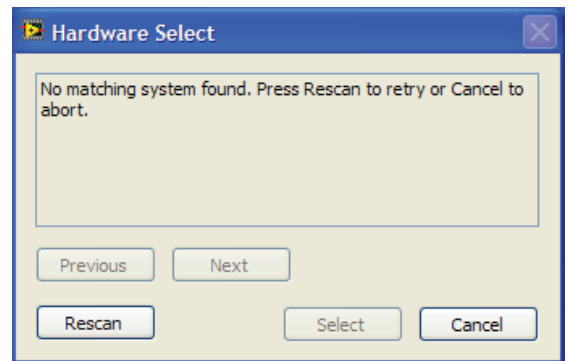

図 7. エラーのポップアップ・ウィンドウ
2. ソフトウェアを起動したとき SDP ボードが USB ポートに接続されていない場合、接続エラーが表示されます(図 7 参照)。評価用ボードを PC の USB ポートに接続して、数 sec 待った後、**Rescan** をクリックし、指示に従ってください。